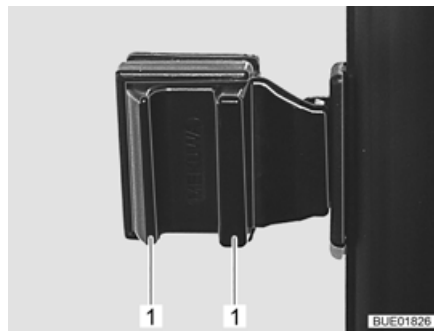

Fig. 99 Fenêtre coulissante avec verrouillage poussoir
- Presser les poignées (Fig. 99,1) et les maintenir pressées.